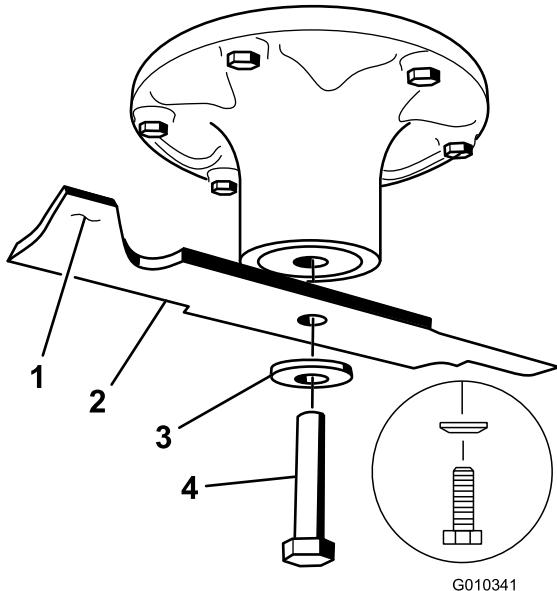

Bild 66
Halten Sie das Ende des Messers mit einem stark wattierten Handschuh oder wickeln Sie einen Lappen um es herum. Entfernen Sie die Messerschraube, Wellenscheibe und das Messer von der Spindelwelle (Bild 66).
(Bild 66). Wiederholen Sie diesen Vorgang, bis das Messer ausgewuchtet ist.
1. Setzen Sie das Messer auf die Spindelwelle (Bild 66).
2. Setzen Sie die Federscheibe und die Messerschraube ein. Der Konus der Federscheibe muss bei der Installation in Richtung Schraubenkopf zeigen (Bild 66). Ziehen Sie die Messerschraube mit 135 bis 150 Nm an.